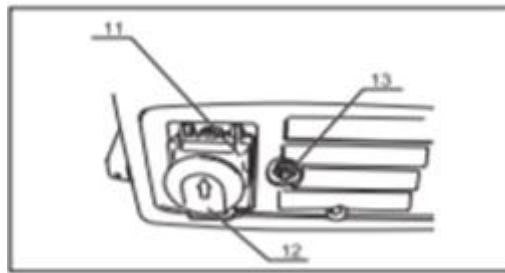

Рис. 9
- 2) Нажмите черную кнопку (13), см.Рис. 9.